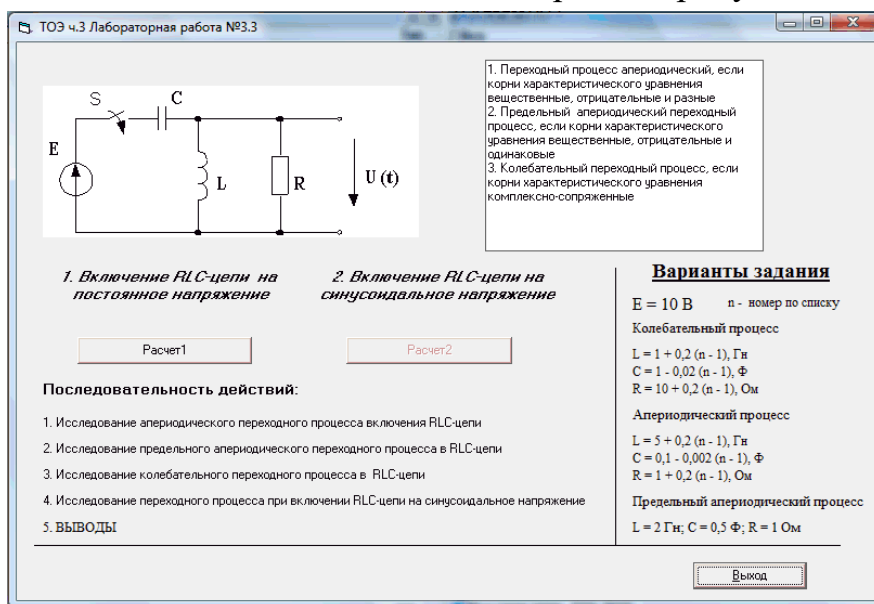

Рисунок 1— Окно последовательности проведения лабораторной работы
2.1. Запустить «рабочего стола» программу лабораторная работа рисунок 1.